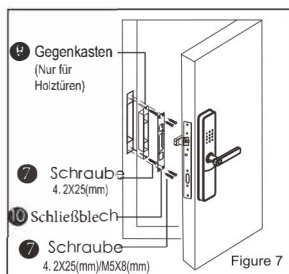

Figure 7
(7) Vgl. Abbildung 7:
- ① Befestigen Sie den Gegenkasten am Türrahmen und befestigen Sie dann das Schließblech mit 4 Kreuzen am Türrahmen.